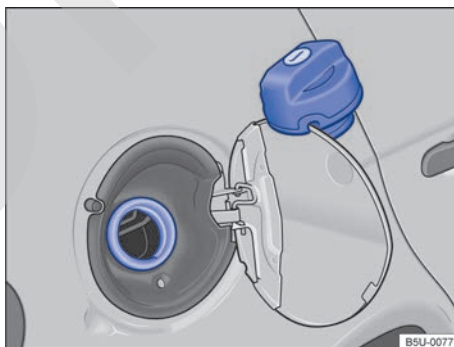

Fig. 123 Portezuela del depósito de combustible abierta con el tapón de cierre del depósito de combustible colgado.
- Gire tapa del depósito de combustible en sentido antihorario y cuélguela encima de la puerta del depósito de combustible → fig. 123.